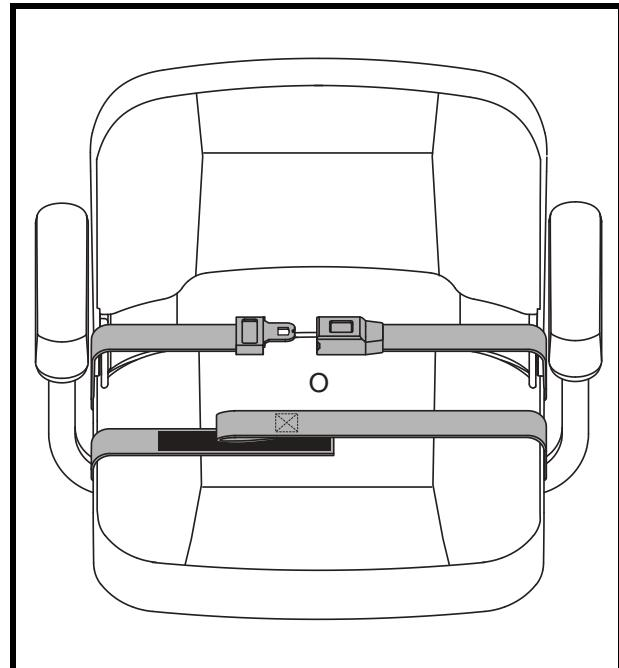

Figura 19. Cinturón de seguridad-hebilla de metal o sistema de cierre de tipo velcro
1. Introduzca la aleta metálica del lado derecho del cinturón en el cuadro de plástico del lado izquierdo y presione hasta oír un clic. **Ver la figura 19.**
1. Alinee las dos caras del cinturón colocando el extremo tipo velcro directamente sobre la cara (“hook”) de la correa opuesta. Presione firmemente ambos extremos. **Ver la figura 19.**